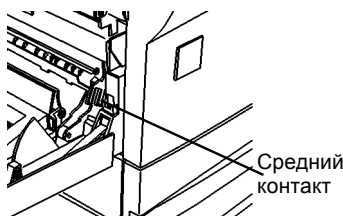

Рисунок 6 Заземление валика переноса
- a. Подсоедините черный щуп мультиметра к среднему контакту (Рисунок 6).